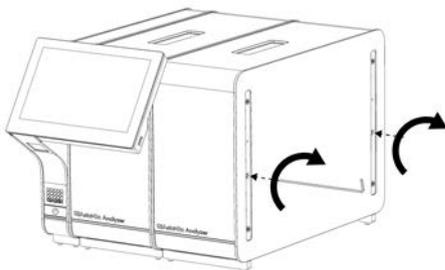

Figure 16. Alignement et fixation du module analytique supplémentaire.
4. Alignez le module analytique supplémentaire avec le module analytique existant. Serrez les vis à l'aide de l'outil d'assemblage du module analytique-opérationnel livré avec le QIAstat-Dx Analyzer 1.0 (Figure 16).